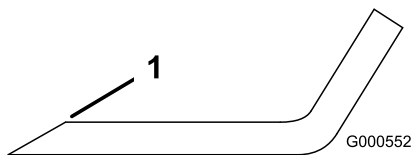

Figure 81
1. Au moyen d'une lime, aiguissez les tranchants aux deux extrémités de la lame (Figure 81).
Remarque: Si la lame est déséquilibrée, limez un peu l'extrémité de l'ailette seulement (Figure 81).